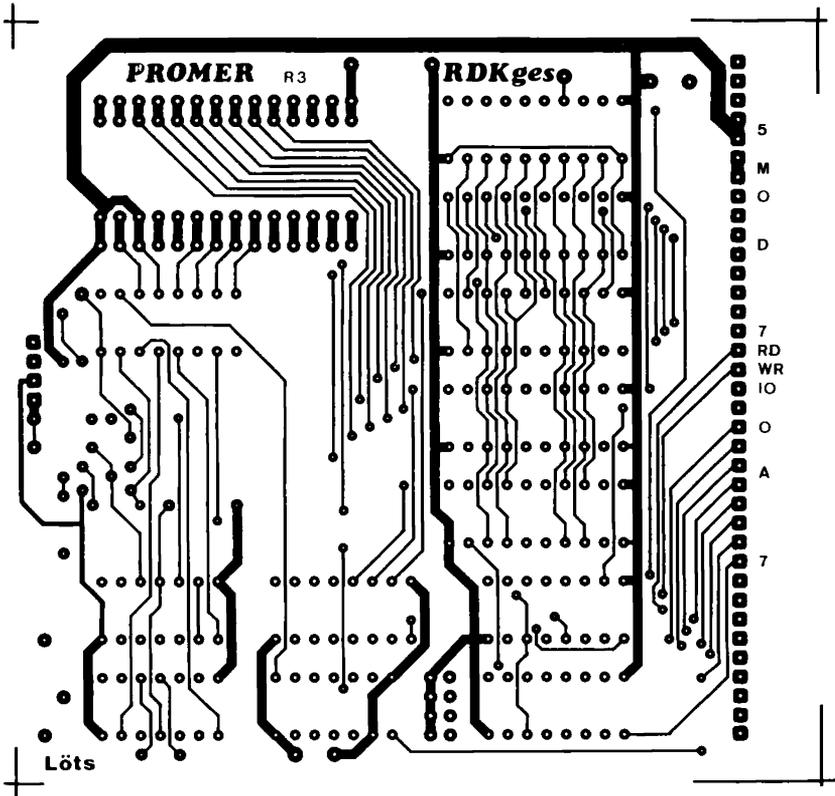
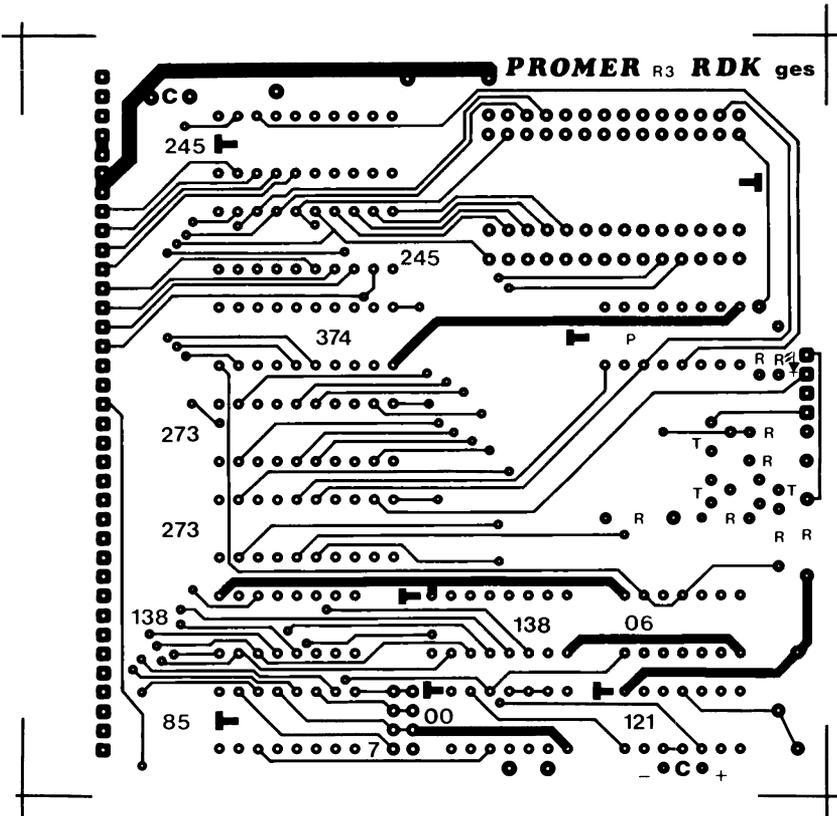
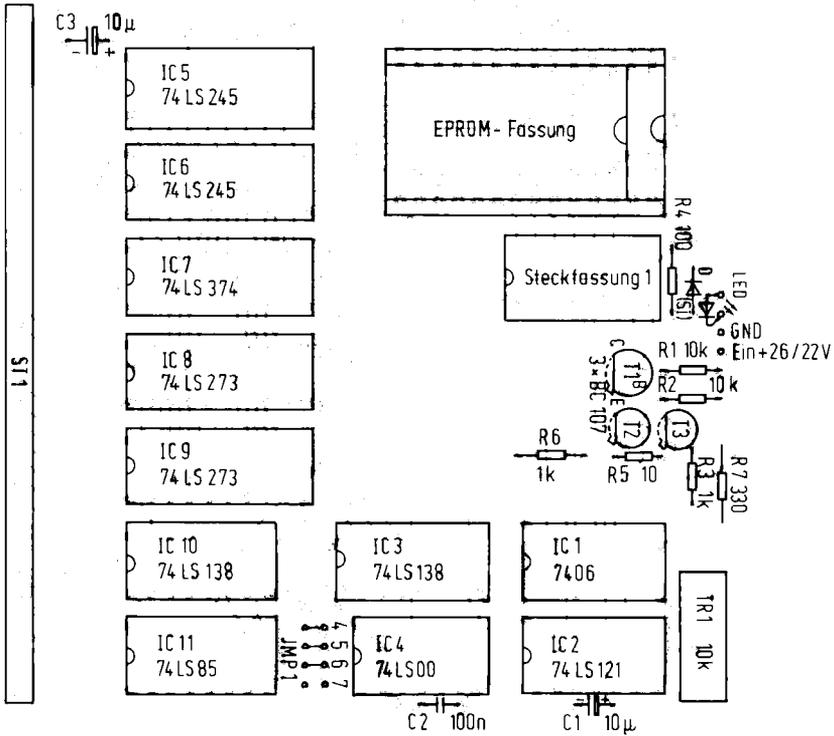

Abb. 7.5.6 Lötseite der Baugruppe PROMMER
Abb. 7.5.7 Bestückungsseite der Baugruppe PROMMER
Abb. 7.5.8 Bestückungsplan der Baugruppe PROMMER
*Abb. 7.5.6* zeigt die Lötseite der Baugruppe, *Abb. 7.5.7* die Bestückungsseite und *Abb. 7.5.8* den Bestückungsplan.